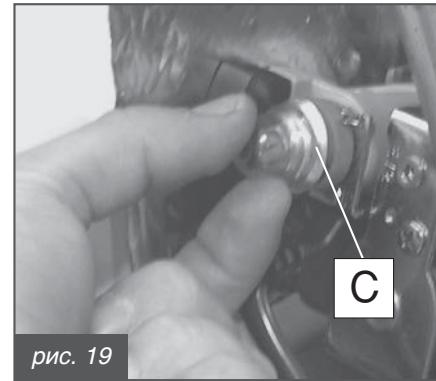

рис. 19
- снять пластиковый колпачок С с бобины модулятора газового клапана (рис. 19), который предохраняет винты регулировки давления;